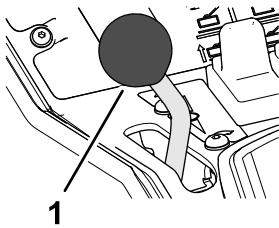

Figure 6
- Pour augmenter le régime moteur, poussez la commande d'accélérateur (Figure 6) vers l'avant.